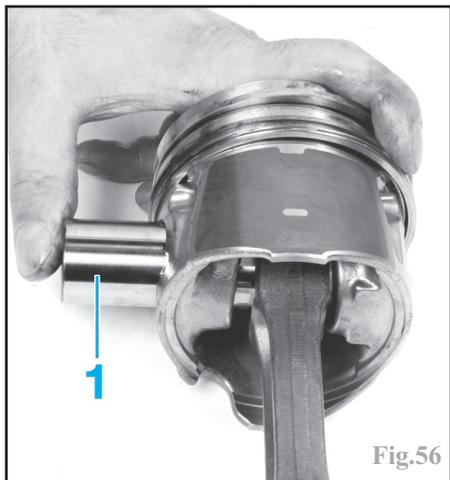
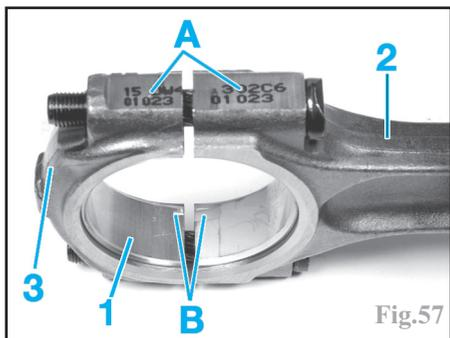

Fig.56
Fig.57
Effectuer l'assemblage de chaque ensemble bielle-piston, en huileant les axes (1) (Fig.56) en respectant le sens de montage de la bielle par rapport au piston. Les repères (A) doivent se trouver du côté échappement et correspondent à ceux des chapeaux de bielle (Fig.57).
Monter dans leur chapeau, les coussinets huilés suivant la classe déterminée pour chaque maneton. Ils doivent parfaitement être centrés sur la bielle (2) et le chapeau (3). Les encoches (B) doivent être alignées et se trouver au côté opposé aux repères (A) (Fig.57).